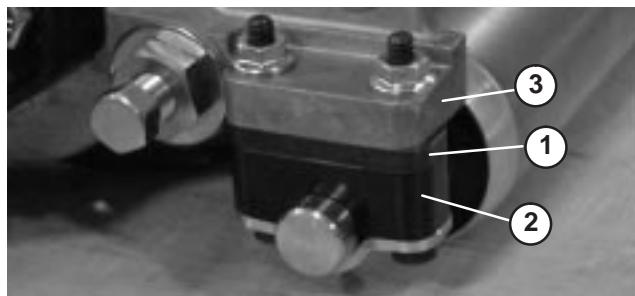

Bild 11
- Positionieren Sie das Distanzstück unter den Montageflansch der Seitenplatte, wenn der Schnithöhenbereich zwischen 3,18 mm und 25,4 mm liegen soll (Bild 11).